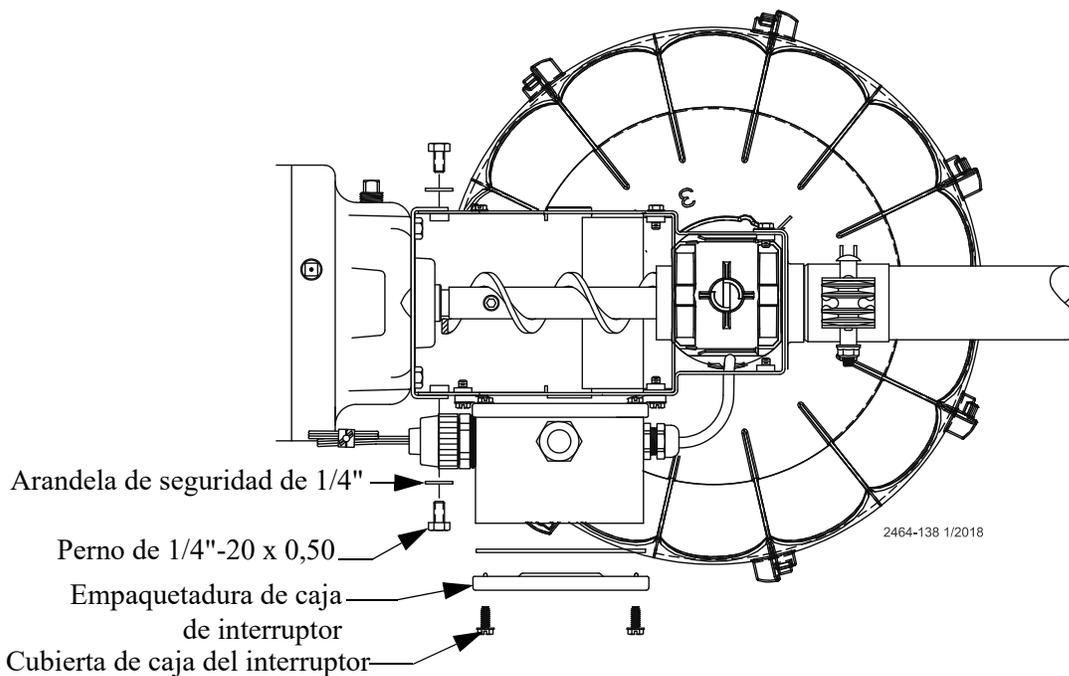

Figura 35. Instalación del conjunto de placa de anclaje y cabeza de engranaje en el cuerpo de la unidad de control
7. Instalar el conjunto de placa de anclaje y cabeza de engranaje en el cuerpo de la unidad de control, usando las arandelas de seguridad de 1/4" y los pernos de 1/4-20 x 1/2". (Ver la **Figura 35**.)